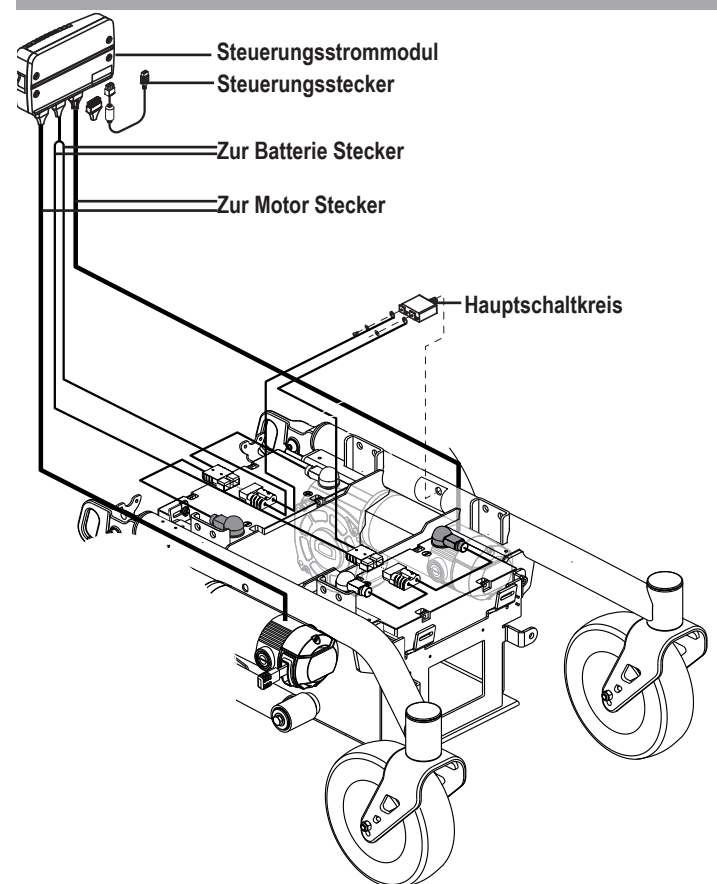

Bild 1. Elektrische Komponenten
Ihr Elektrorollstuhl hat zwei Hauptbaueinheiten: Die Sitzbaueinheit und die Netzteilbaueinheit. Üblicherweise beinhaltet die Sitzbaueinheit die Armlehnen, die Rückenlehne und die Sitzbasis. Die Netzteilbaueinheit beinhaltet zwei Baugruppen für Motor/Bremsen, zwei Antriebsräder, zwei Laufräder, zwei Stützräder, zwei Batterien und Kabelbäume. **Siehe Legende (S. 4) und Bild 1.**
Die elektronischen Komponenten bestehen aus der Steuerungsbaueinheit, den Batterien und den Motoren. Die Batterien, Motoren und das Steuerungsstrommodul (falls vorhanden) befinden sich an der Netzteilbaueinheit. Die Steuerung befindet sich an der Sitzbaueinheit. Die Verbindung zwischen der Steuerung und den Motoren, Batterien und deren Ladegeräte werden durch einen oder mehrere Kabelbäume gebildet. **Siehe Bild 1.**
5. Stecken Sie den Steuerungsstecker in die Rückseite des Netzteils. **Siehe Bild 1.**
3. Ziehen Sie den/die Steuerungsstecker aus dem Netzteil. **Siehe Bild 1.**